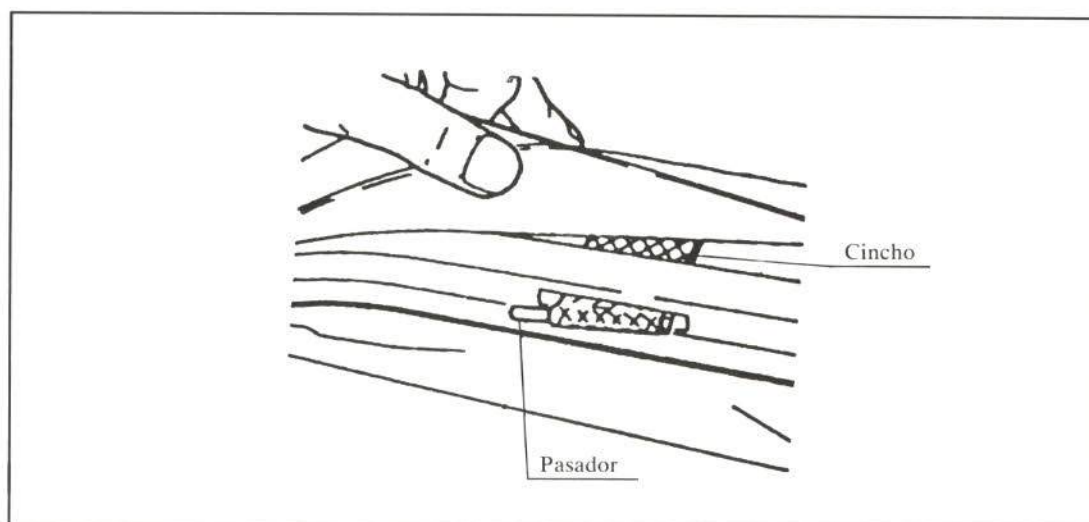

FIGURA 6.—Detalle de sujeción del montante de luneta.
- Cincho de sujeción del montante de luneta. Para ello, se extrae su pasador (figura 6).
Se extraen los pasadores de los cinchos que sujetan este marco en su parte superior (figura 6).